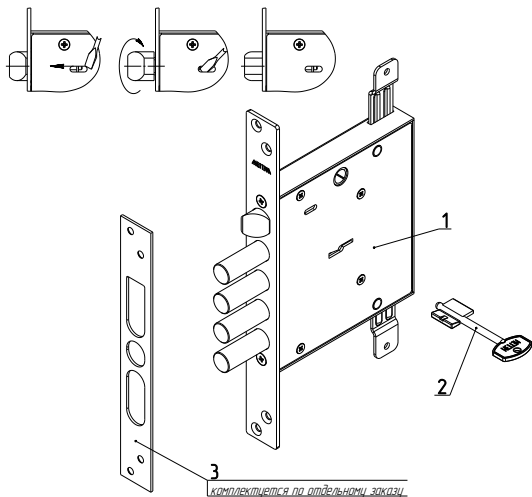

Рис.1
Комплектность замка приведена в таблице и показана на рис. 1.
4.1. Внешний вид и установочные размеры замка показаны на рис.1, 2.
5.2. Установить при необходимости защелку в соответствующее положение для правой или левой двери путем ее выдвигения из корпуса отверткой через отверстие в крышке замка и разворота на 180° вокруг своей оси (см. рис.1).